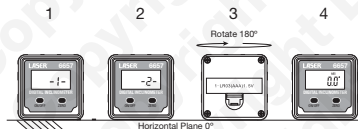

Figure 4
- Placer l'inclinomètre numérique 6657 sur une surface plane et lisse. Appuyer sur le bouton **B** pour l'allumer, puis sur les boutons **B** et **C** en même temps pour passer en **Mode étalonnage** : **-1-** apparaît sur l'afficheur (voir la **Figure 4**).